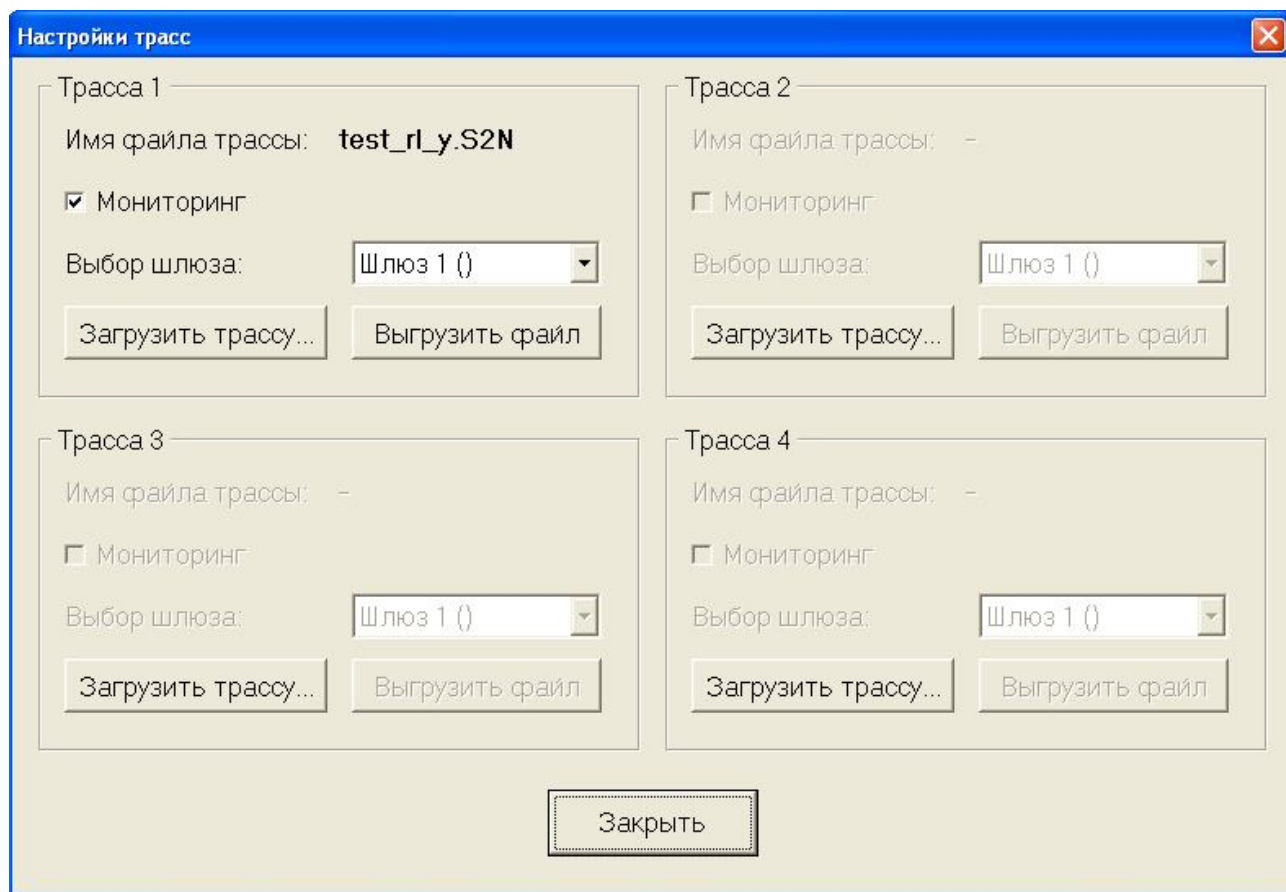

Рисунок 27 – Окно «Сохранение настроек сигнализации» (ПО «Поток-2»)
10.6.12 В ПО «Поток-2» во вкладке «Настройки трасс» необходимо включить мониторинг трассы с помощью установки знака выбора  в поле «Мониторинг» (см. рисунок 27).